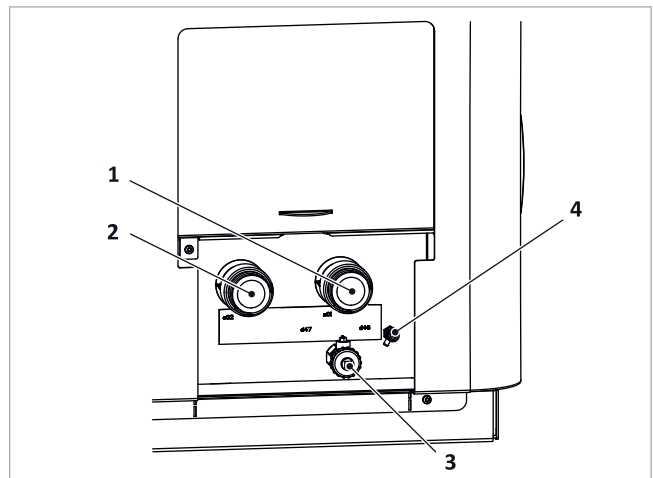
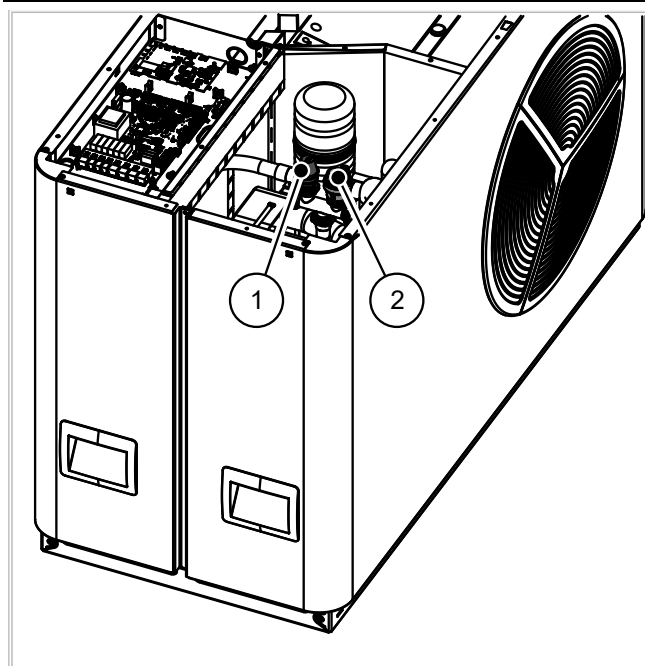

Abb. 18: SolvisLea: Hydraulischer Anschluss
Abb. 20: SolvisLea 8,3 Premium
1. Anlage gemäß Montageanleitung des Speichers über die Entleerung (→ Abb. 18, 3) befüllen.
2. Den Automatik-Entlüfter (→ Abb. 20, 2) öffnen und Rohrleitungssystem an der Wärmepumpe durch Öffnen der Entlüftung von den Gasen befreien, siehe → Abb. 18 (4).